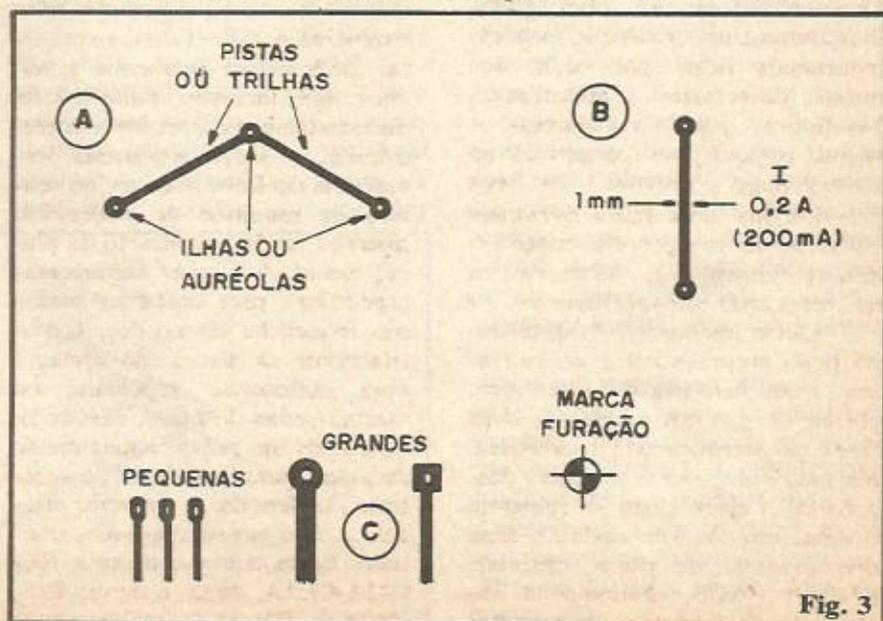

Fig. 3
- FIG. 3-A - Um lay out de Circuito Impresso é basicamente formado por dois tipos de configurações: as ILHAS (ou AURÉOLAS) e as PISTAS (ou TRILHAS). As ILHAS servem para, através de um pequeno furo feito no seu centro, receber os terminais dos componentes, destinados à soldagem. Esta soldagem, ao mesmo tempo promove a fixação mecânica da peça e a sua conexão elétrica ao circuito e aos demais componentes... As PISTAS servem para a substituição direta dos "velhos" fios, ou seja: "levar" a ligação elétrica "pra lá e pra cá", até os pontos ou terminais que devam ser conectados uns aos outros...
- FIG. 3-B - Embora a forma final de ilhas e pistas não precise, obrigatoriamente, obedecer a normas muito rígidas, existe um preceito básico e imutável: AS PISTAS DEVERÃO SEMPRE SER AS MAIS CURTAS POSSÍVEIS! Esse axioma da "li-
- FIG. 3-C - Não só as pistas devem ser dimensionadas de acordo com a corrente! Também as ilhas devem apresentar tamanhos compatíveis. Além disso, alguns componentes apresentam pinos ou terminais com formatos e dimensões também específicos, exigindo que tamanho e forma das ilhas sejam desenhados de acordo... Assim, as ilhas podem ser pequeninas (para terminais de baixo calibre e sob baixa corrente) ou maiores, redondas, quadradas, etc., de acordo com a necessidade e conveniência. Ainda na fig. 3-C temos um outro padrão frequentemente encontrado nos **lay outs** de Circuitos Impressos: um círculo com uma "cruzeira", que refere-se a uma **marca de furação**, normalmente destinada à **fixação** da placa por parafusos, e **não** para ligações soldadas de terminais ou fios...